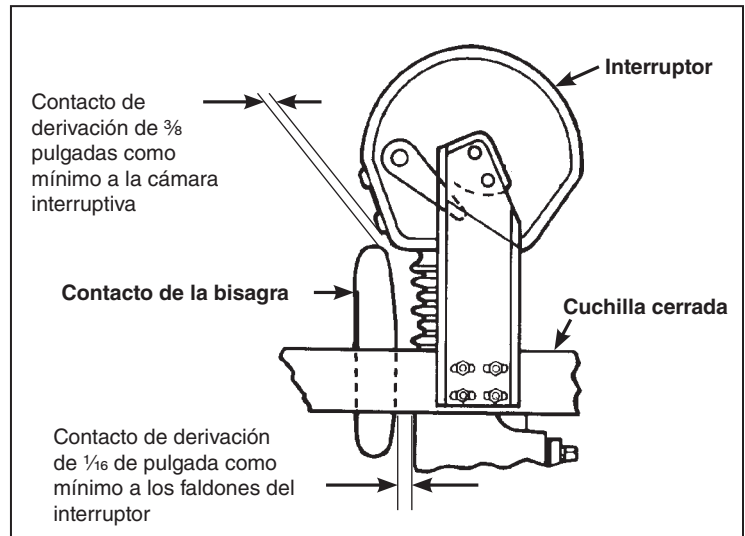

Figura 45. El ensamble de la cuchilla en posición totalmente Cerrada.
- (f) Con el interruptor en la posición de **Cierre** total, verifique las distancias mínimas entre el contacto de derivación de la cuchilla y la cámara interruptiva, midiendo hasta la carcasa de la cámara interruptiva y los faldones de la cámara interruptiva. Ver Figura 45.